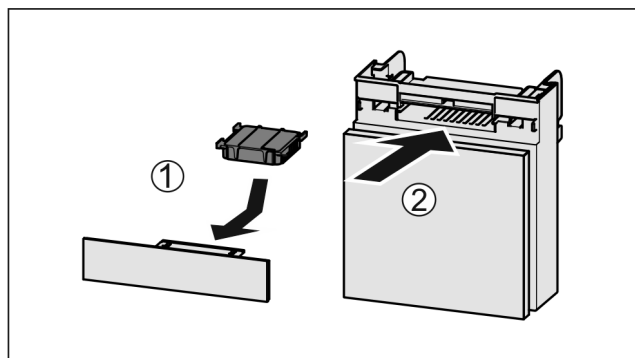

Fig. 166
- Inserire il vano Fig. 166 (2).